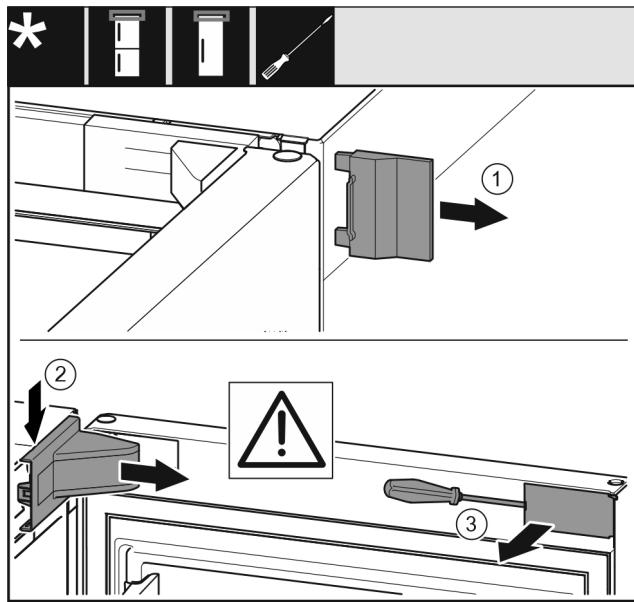

Fig. 8
- ▶ 取下外盖 Fig. 8 (1)。
- ▶ 拆卸并取下托架盖 Fig. 8 (2)。
- ▶ 使用带槽螺丝刀松开隔板 Fig. 8 (3)并把它转到一边。